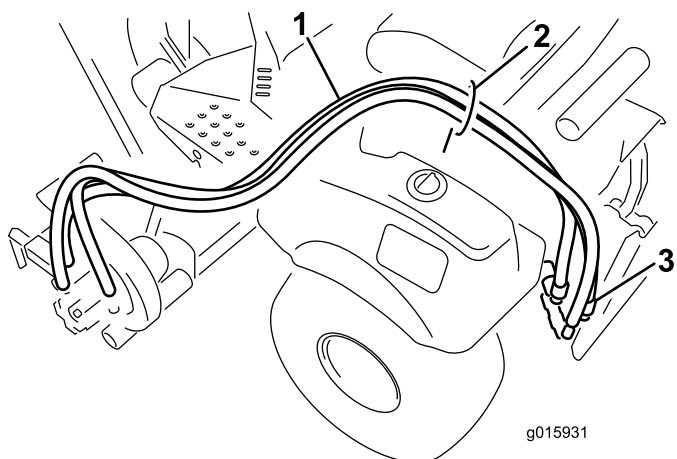

Figure 7
1. Faites passer les flexibles hydrauliques dans le guide-flexible et à l'arrière de la machine (Figure 7).
2. Branchez les flexibles aux raccords à distance arrière (Figure 7).